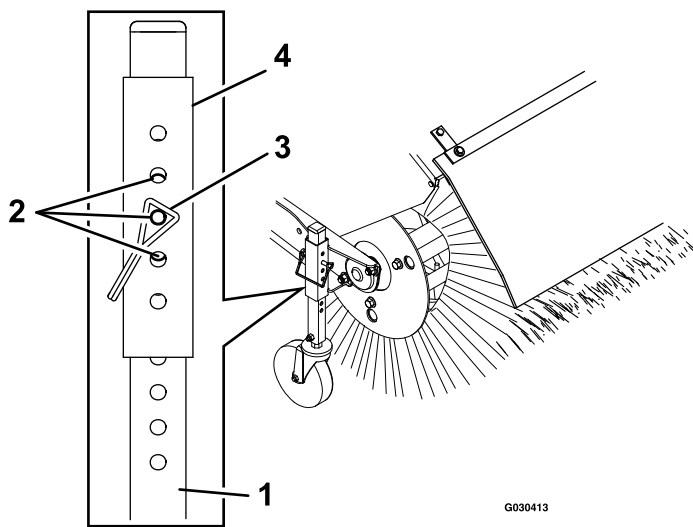

Рисунок 17
5. Чтобы отрегулировать высоту щетки, извлеките штифт из регулировочной втулки и трубки поворотного колеса (Рисунок 17); сохраните штифт.
- Для более точной настройки переместите регулировочную втулку в трубку поворотного колеса на одно отверстие вверх или вниз, что соответствует изменению высоты щетки на 3 мм (Рисунок 17). Повторите пункты с 5 по 7 для другого поворотного колеса.